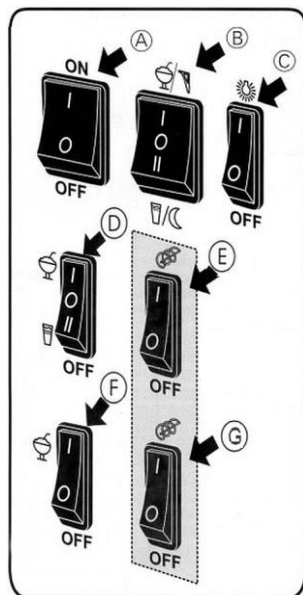

Рис. 4
2. Переключить главный выключатель (A, рис. 4) в положение «I».
3. Переключить выключатели шпинделя (E) для резервуара 1 и (G) для резервуара 2 в положение «I».
4. Переключить переключатели (B), (D) и (F) в положение «I», чтобы активировать режим охлаждения/заморозки.
5. В случае необходимости переключить переключатель светодиодного освещения (C) в положение «I», чтобы осветить резервуары.